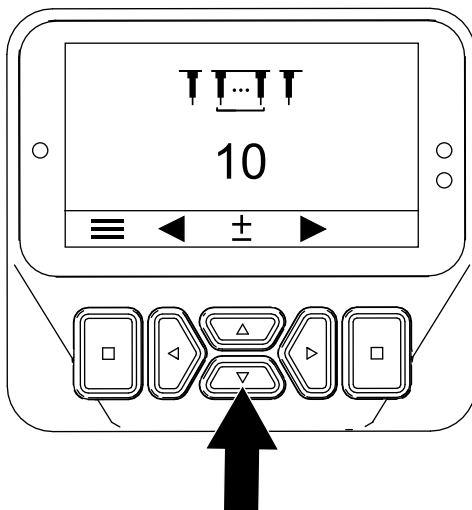

Figura 58
3. Pulse el botón derecho del InfoCenter hasta que aparezca la pantalla Ajuste de la cantidad de taladros (Figura 58).
4. Ajuste la cantidad de taladros usando los botones Arriba y Abajo (Figura 58) como se indica a continuación: